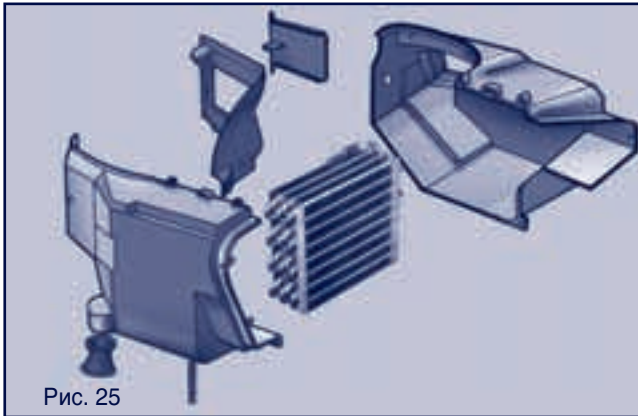

Рис. 25
- Установить испаритель 1, рис. 25, в задний кожух воз-